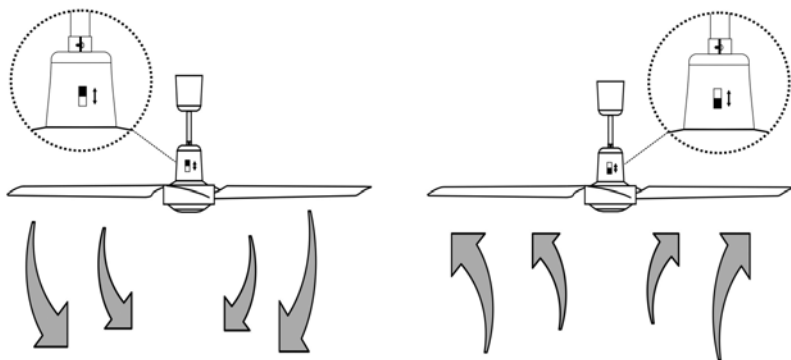

Fig. 8
- Направление потока воздуха можно поменять при помощи переключателя на вентиляторе (Fig.8).